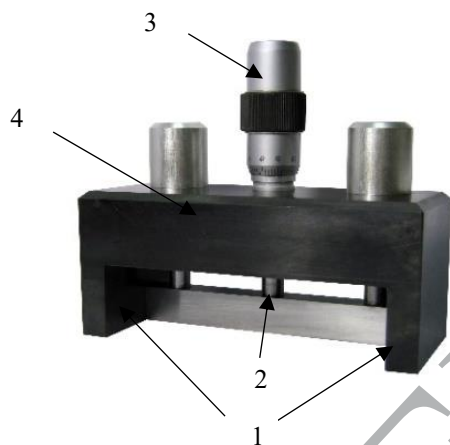

Рисунок 1 – Внешний вид аппликатора
1.3.1 Аппликатор имеет две опорные базы (поз. 1, рисунок 1) и пластину (поз.2, рисунок 1). Основания опорных баз и пластина образуют прямоугольный паз. Пластина перемещается плоскопараллельно. Микрометрическая головка (поз. 3, рисунок 1), установленная на крышке (поз.4, рисунок 1), позволяет регулировать величину глубины прямоугольного паза.